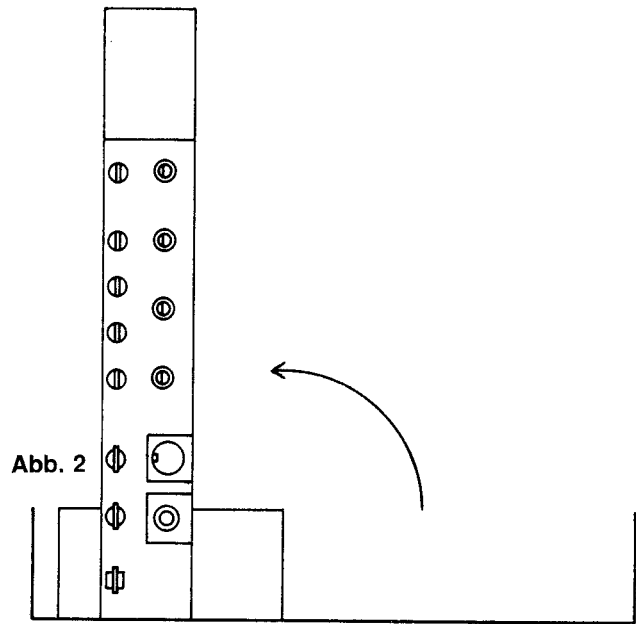

Abb. 2
- Grundplatte mit Kühlkörper nach Abb. 2 aufstellen.